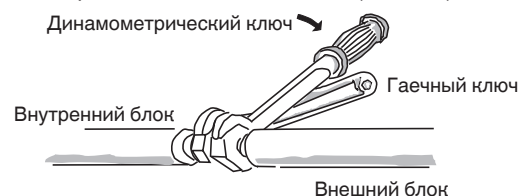

Рис. 5-6
- Во время снятия конусных гаек с соединений трубопровода или во время их затяжки после соединения трубопровода, обязательно используйте два разводных ключа или рожковых гаечных ключа. (Рис. 5-6)